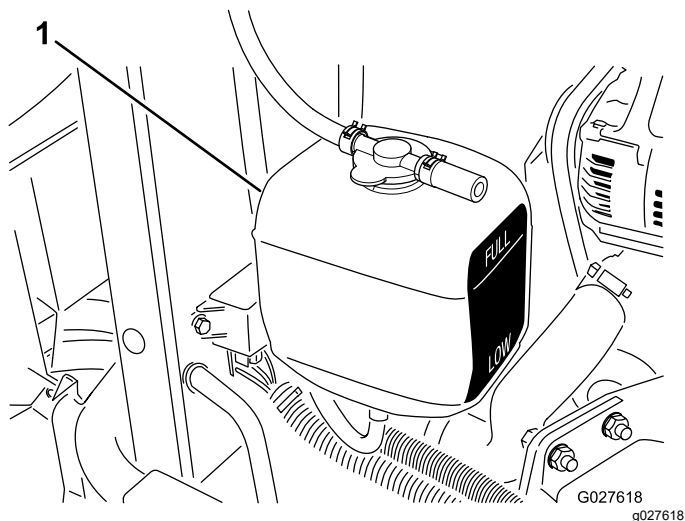

Figura 81
3. Verificați nivelul lichidului de răcire din rezervorul de expansiune (Figura 81).